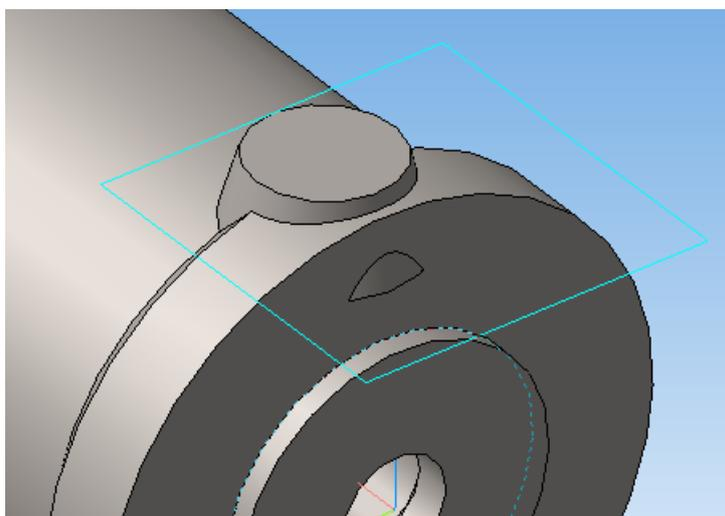

Рис. 8. Создание конуса
4. Выйдите из режима редактирования эскиза. На панели *Редактирование детали* щёлкните по кнопке *Операция выдавливания*, на *Панели свойств* на вкладке *Параметры* выберите направление выдавливания — *Обратное направление*, Расстояние 2 — 12 мм, Уклон 2 — *Уклон наружу*. Угол 2 — 15°. На вкладке *Тонкая стенка* выберите тип построения тонкой стенки — *Нет*. Щёлкните по кнопке  (*Создать объект*) — конус создан. Но есть одна маленькая неприятность. Дело в том, что небольшая часть конуса видна с торца (рис. 8), а в оригинале этого не предполагалось.